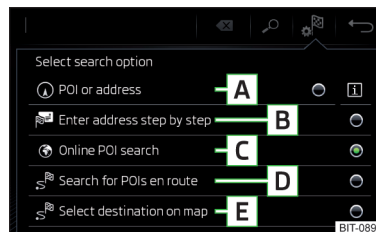

Fig. 221
Surfaces fonctionnelles » fig. 221
- Puis sélectionnez l'une des options de recherche de destination **A**, **C** ou **D** » fig. 221 à la page 193.
- Appuyez ensuite sur la touche de fonction  → **E** » fig. 221 à la page 193.